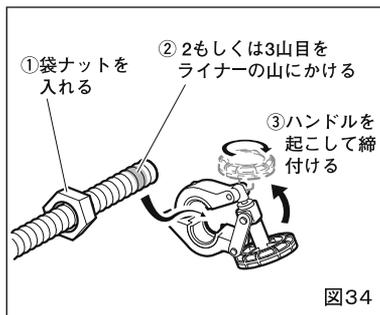

図34
(1) クランプのセット (図34,35)
- ①管の端面から2もしくは3山目の谷部をライナーの山にかけます。
- ②クランプのハンドルを起し、時計方向に回して締付けてください。
- ③セットしたクランプを横から見て、管の端面がクランプから出していないか確認します。